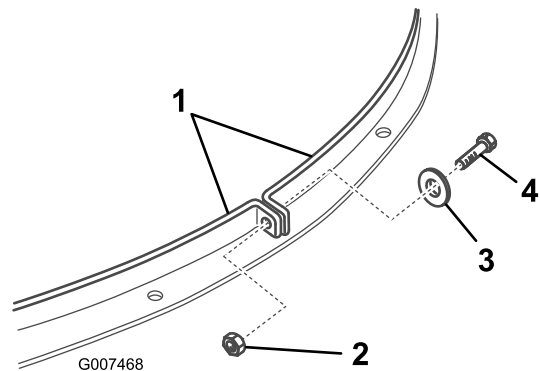

Figura 19
10. Togliete il bullone, la rondella e il dado che fissano insieme le estremità delle 2 cinghie (Figura 19).
14. Collegate le estremità delle 2 cinghie intorno al coperchio di riciclaggio come mostrato (Figura 19).
9. Togliete il bullone, la rondella e il dado che fissano insieme le estremità delle 2 cinghie (Figura 19).
15. Collegate le estremità delle 2 cinghie intorno alla guida di scarico come mostrato in (Figura 19).
16. Allineate i fori nelle estremità delle cinghie e fissateli saldamente con il bullone, la rondella e il dado precedentemente rimossi (Figura 19).